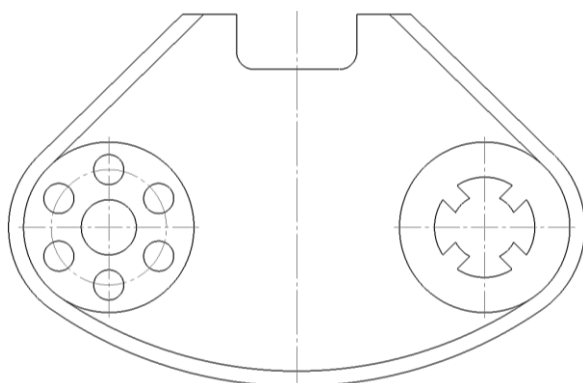

Рис. 70. Удаление частей элементов
2.13.7 Удалить верхнюю горизонтальную линию: **Редактирование** – **Усечь кривую** (рис. 70).